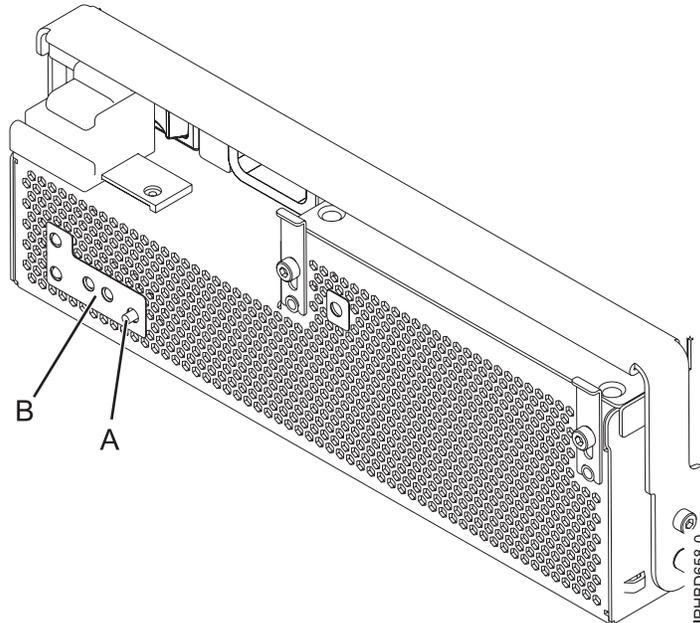

Figura 66. LED de error de ventilador
**Nota:** Si ha sustituido un ventilador de fuente de alimentación como parte de este procedimiento, observe el estado del LED de error de ventilador (B) como se muestra en la Figura 66. Si el LED está apagado, indicando que ambos ventiladores están funcionando con normalidad, continúe en el próximo paso. Si el LED está parpadeando o está fijo, extraiga el conjunto de la fuente de alimentación de la unidad de expansión y repita el procedimiento empezando por el paso 5 en la página 79. Si, después de repetir el procedimiento, el ventilador de fuente de alimentación no funciona normalmente, póngase en contacto con el proveedor de servicios.